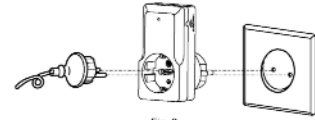

Fig. 2
3.3 Anslut WP11/WP12 till vägguttaget och anslut belastningen på rätt sätt (se fig. 2).